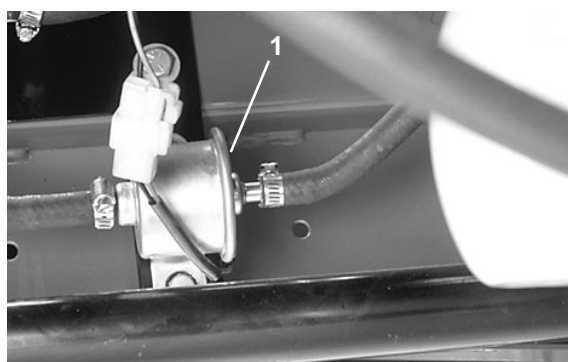

Bild 23
3. Die Schlauchklemmen (Bild 23) an beiden Seiten des Filters lockern. Die Kraftstoffleitungen abziehen, und den Filter entsorgen.